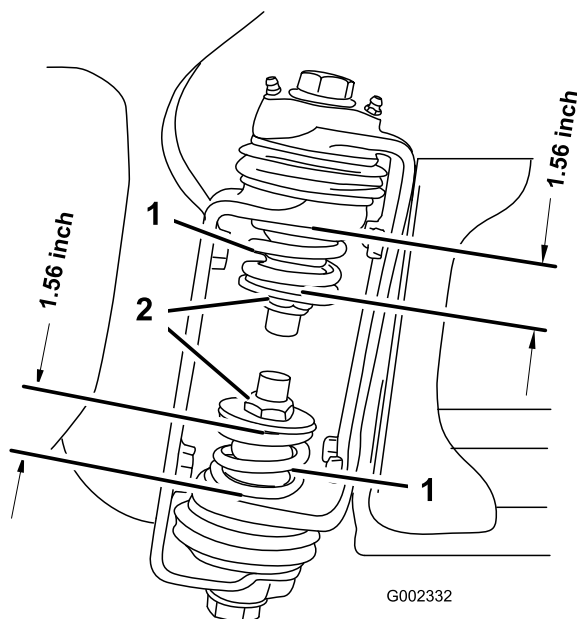

Figura 8
3. En la articulación del brazo, mida la compresión de los muelles superior e inferior, con los brazos en posición extendida (Figura 8).